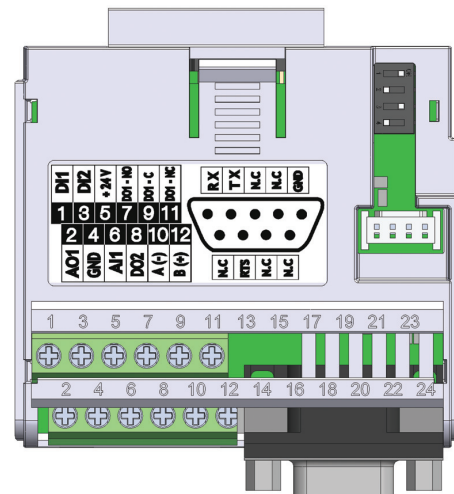

Figura 17.2: Módulo Plug-In CFW500-CRS232
O módulo plug-in CFW500-CRS232 tem a interface Serial (1) através da porta RS485 nos bornes 10(A-) e 12(B+), bem como a interface Serial (2) através da porta RS232 no conector padrão DB9, veja figura 17.2.